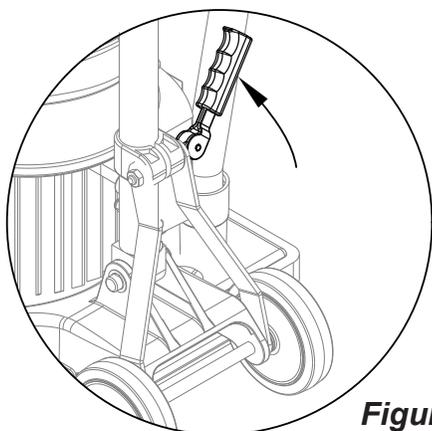

Figure 1
- Relevez le manche de l'appareil et bloquez-le en position droite. Pour bloquer le manche, tirez le levier de blocage par compression du manche vers le haut (voir la figure 1).